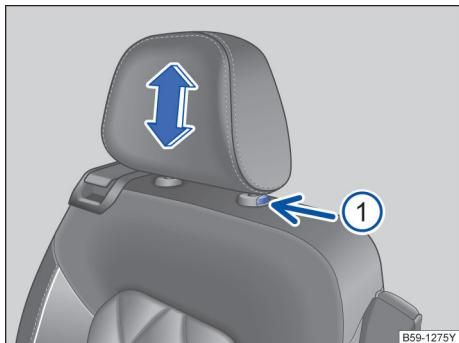

图 89 调整后排头枕
- 向上推或按住按钮→图 89①，同时沿箭头方向下压头枕即可将头枕调整至合适高度→▲。